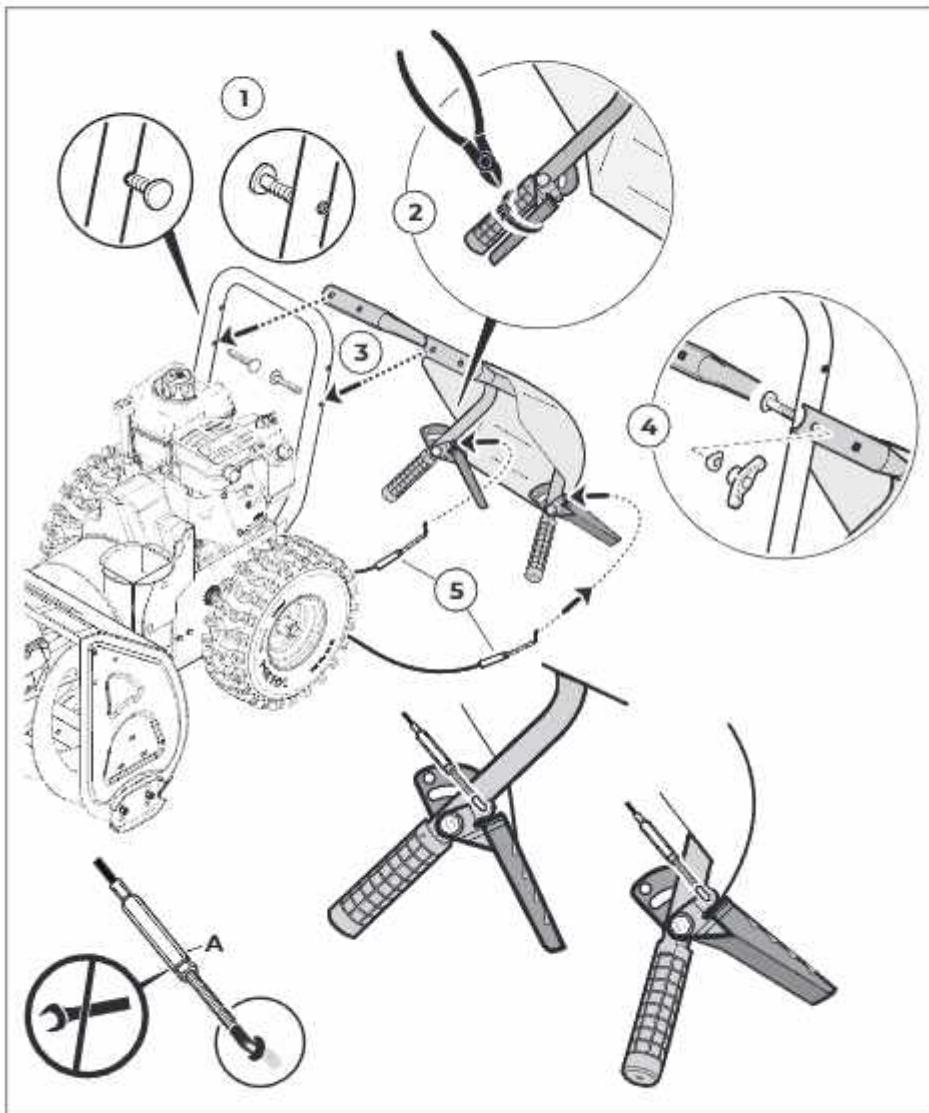
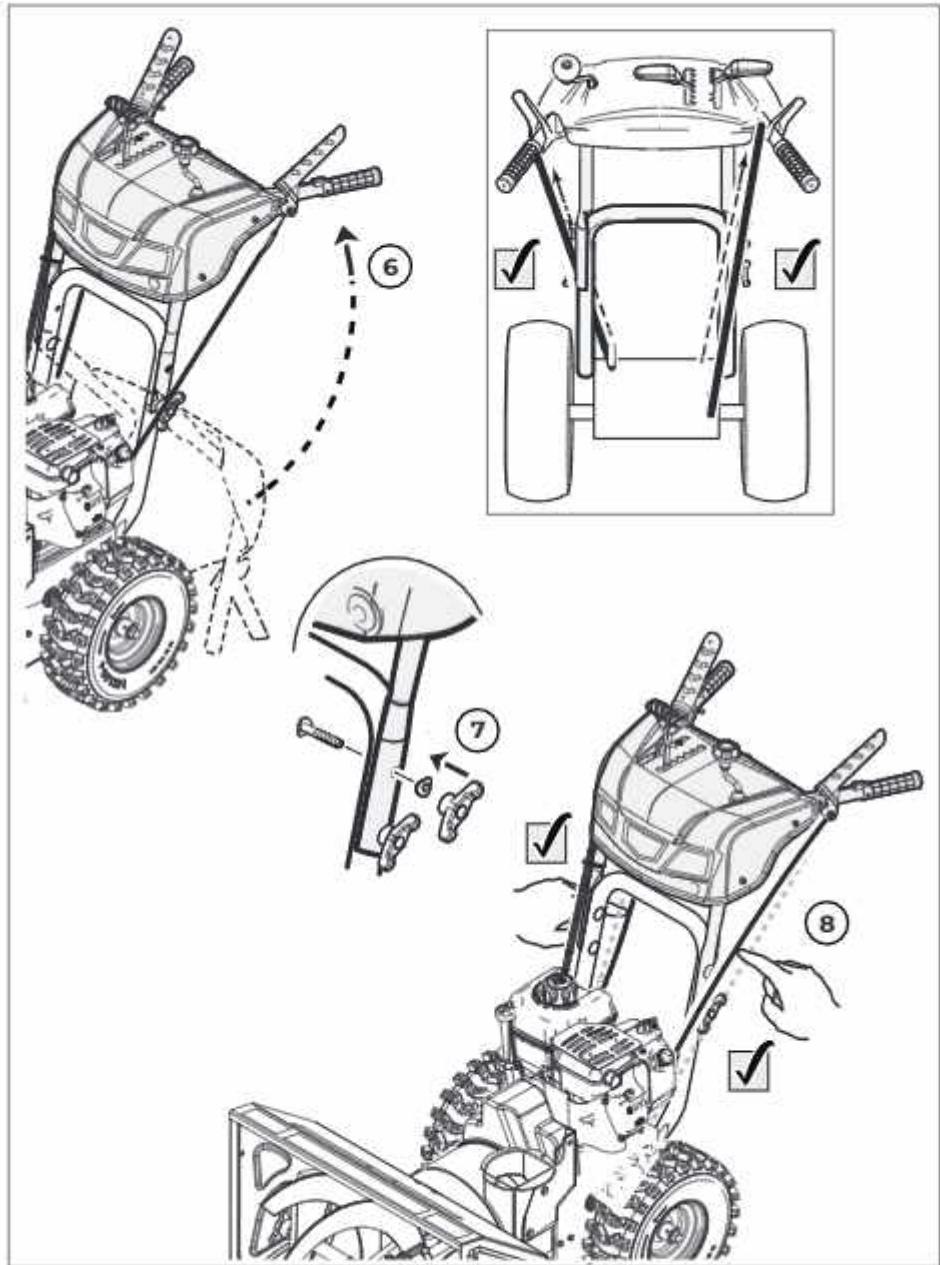

Рис. 6
Рис. 7
**2.2 Рукоятка (рис. 6, рис. 7)**
**ПРИМЕЧАНИЕ:** Регуляторы натяжения тросиков рис. 6 поз. А установлены на заводе. Регулировка не требуется. Проверьте натяжение обоих тросиков рис. 7 поз. В . Тросики должны немного прогибаться при среднем надавливании пальцем.